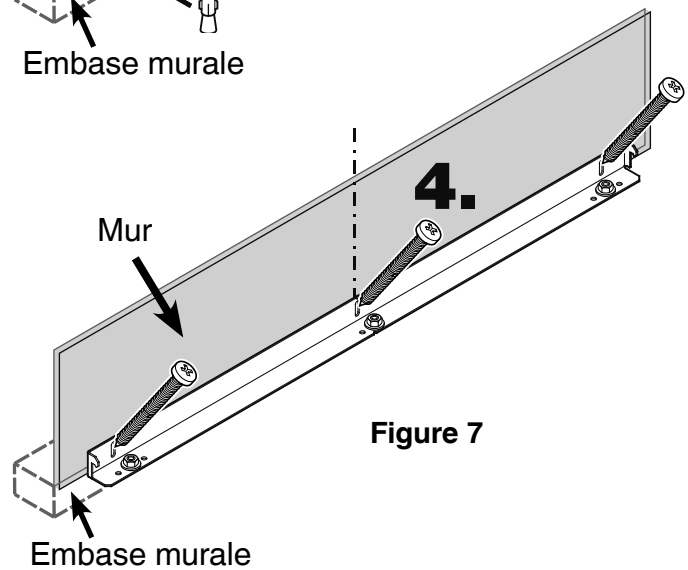

Figure 7
4. Fixer l'équerre avec 3 vis (1/4 po x 2-1/8 po) sur l'embase murale (**Figure 7**).